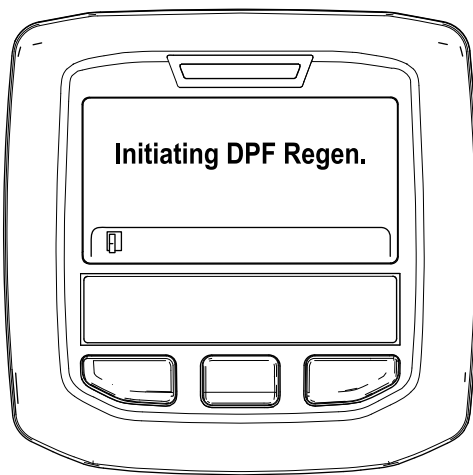

Рисунок 42
- A. «Initiating DPF Regen» («Начало регенерации DPF») (Рисунок 42).